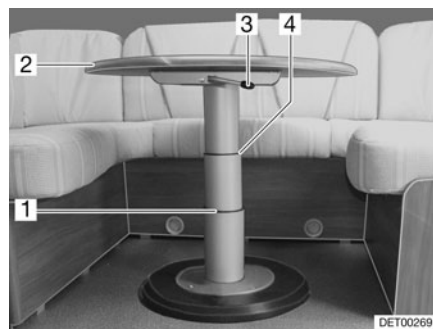

Fig. 54 Mesa elevadora del grupo de asientos circular
- Girar la palanca de bloqueo (Fig. 54,3) hacia la izquierda. El bloqueo está abierto.
- Presionar el tablero de la mesa (Fig. 54,2) por el centro hacia abajo hasta el tope deseado (Fig. 54,1 ó 4) y manténgalo presionado.
- Girar la palanca de bloqueo (Fig. 54,3) hacia la derecha. La mesa elevadora está bloqueada.